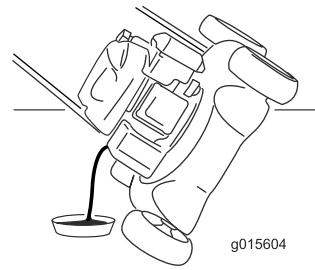

Рисунок 29
7. Переверните машину на одну сторону так, чтобы маслозаливная горловина была направлена вниз, для слива отработанного масла через маслозаливную горловину на поддон для сбора масла (Рисунок 29).